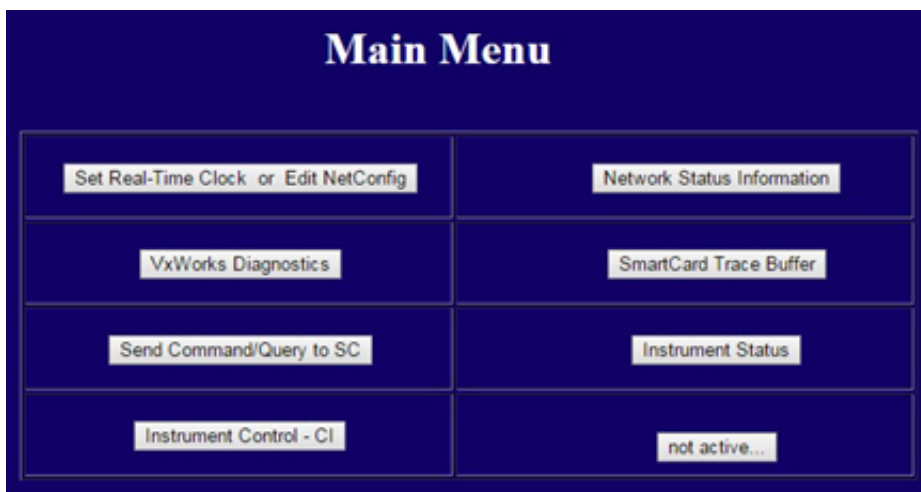

Figura 19. Menu principal do WUI
- 4 Digite o endereço IP em uma URL do navegador Web do PC para exibir a página de menu principal da WUI. (Consulte Figura 19.)